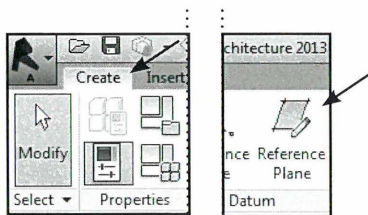

Fig. 08.08. Reference Plane.
- Vælg *Create - Reference Planes* (Fig. 08.08).